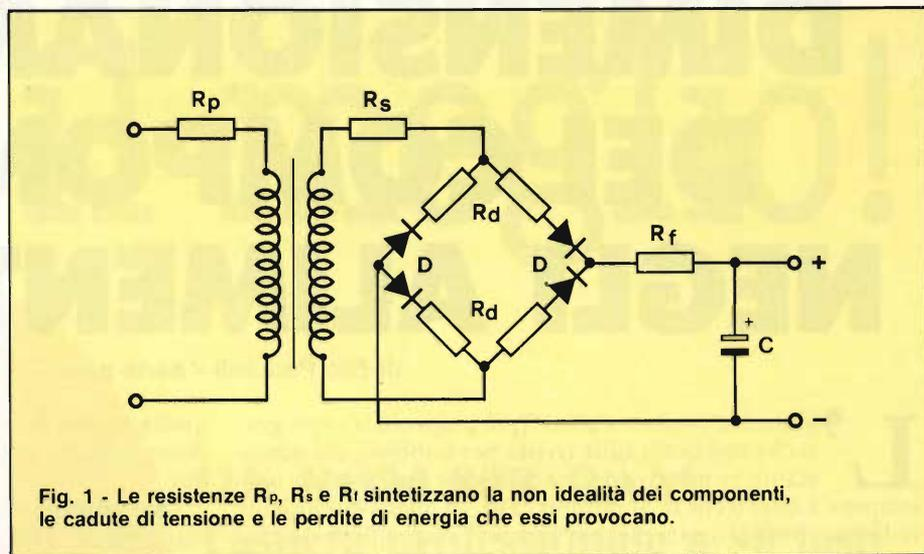

Fig. 1 - Le resistenze  $R_p$ ,  $R_s$  e  $R_f$  sintetizzano la non idealità dei componenti, le cadute di tensione e le perdite di energia che essi provocano.
**Fig. 1 - Circuito elettrico semplificato della tastiera di un comune microcomputer. Le linee che fanno capo ai buffers, vengono mantenute "alte" dai resistori di pull-up, cambiando livello solo nel caso in cui venga premuto un tasto la cui linea sia "bassa" come imposto dal selettore di linea.**